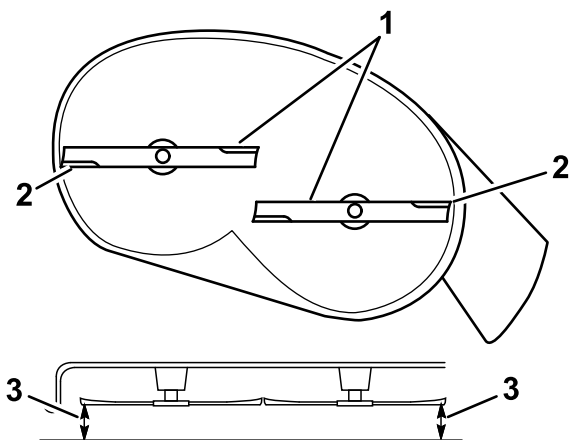

Figure 64
5. Mesurez la distance entre les tranchants extérieurs et le sol plat (Figure 64).